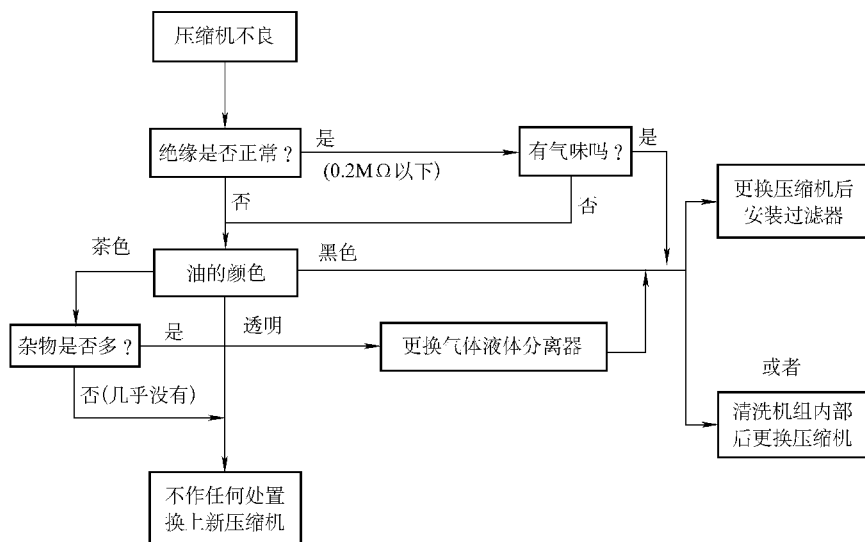

图 19-17 防止压缩机再发生故障是否要进行处置的判断标准
- （2）为防止压缩机再发生故障是否要进行处置的判断标准，如图 19-17 所示。